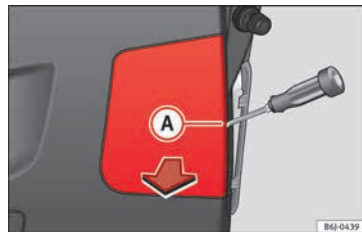

Abb. 113 Leuchten an der Heckklappe
- Hebeln Sie die Abdeckung an der Aussparung mit dem flachen Teil des Schraubendrehers ab und entfernen Sie die Abdeckung **(A) »» Abb. 113**.